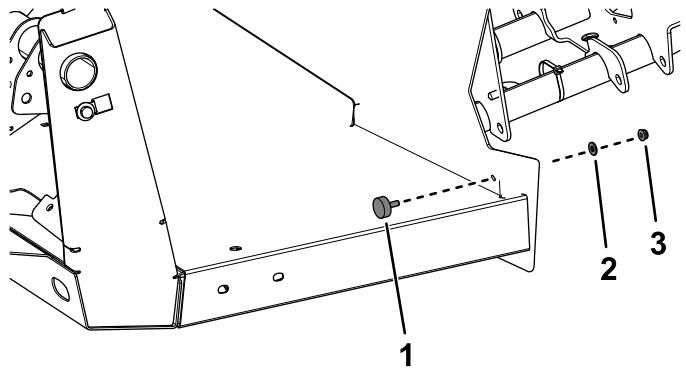

Figura 24
5. Instale um para-choques de borracha utilizando uma anilha e uma porca flangeada (1/4 pol.) em cada lado (Figura 24).